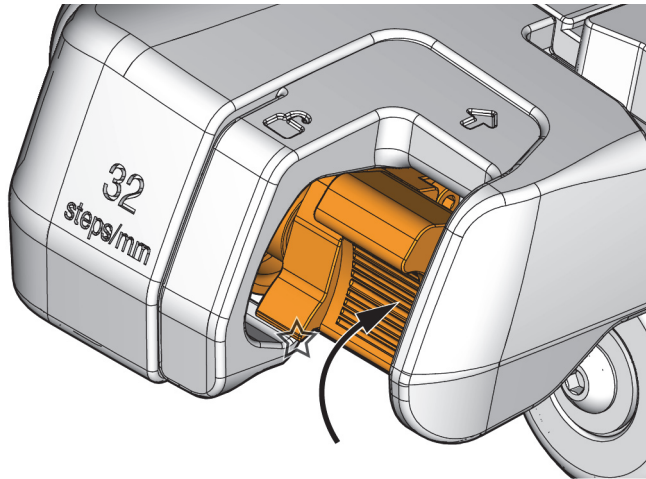

Figura 4-5 Encoder dell'indice riposto
- ◆ Premere la presa-pollice dell'encoder verso l'alto fino a quando si aggancia alla linguetta di sblocco (vedi Figura 4-5 a pagina 71).